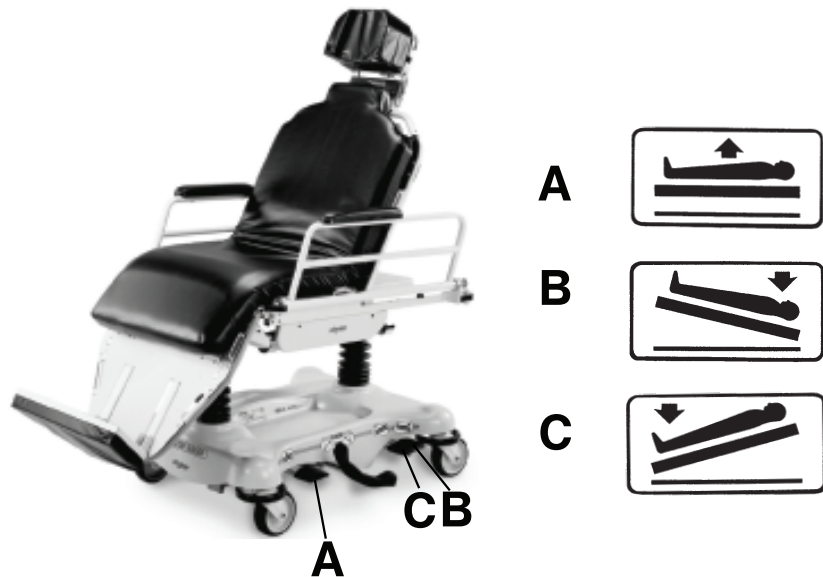

Figura 3 – Elevación o descenso de la mesa
Para subir la mesa, bombee repetidamente con el pedal de la bomba (A) hasta que se alcance la altura deseada (Figura 3).
2. Presione hacia abajo el pedal (B) (Figura 3) hasta llegar a la posición deseada.
2. Presione hacia abajo el pedal (C) (Figura 3) hasta llegar a la posición deseada.